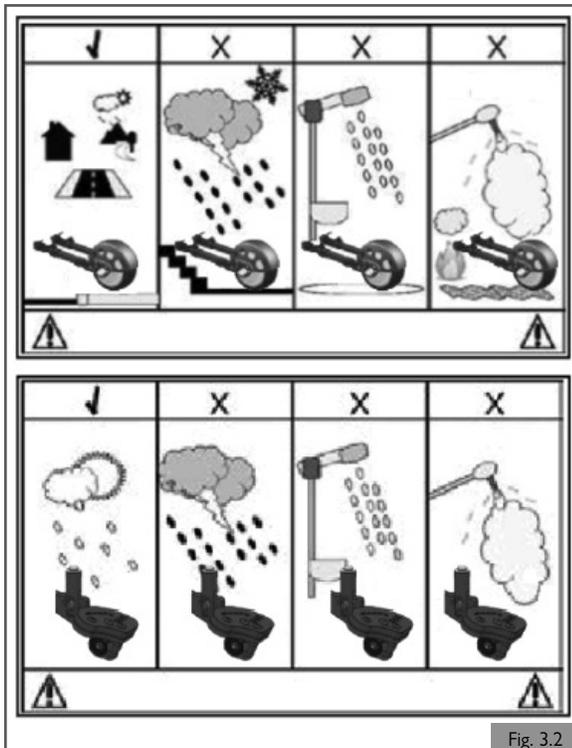

Fig. 3.2
3.4 Domaine d'application : environnement d'utilisation du dispositif (Fig. 3.2)